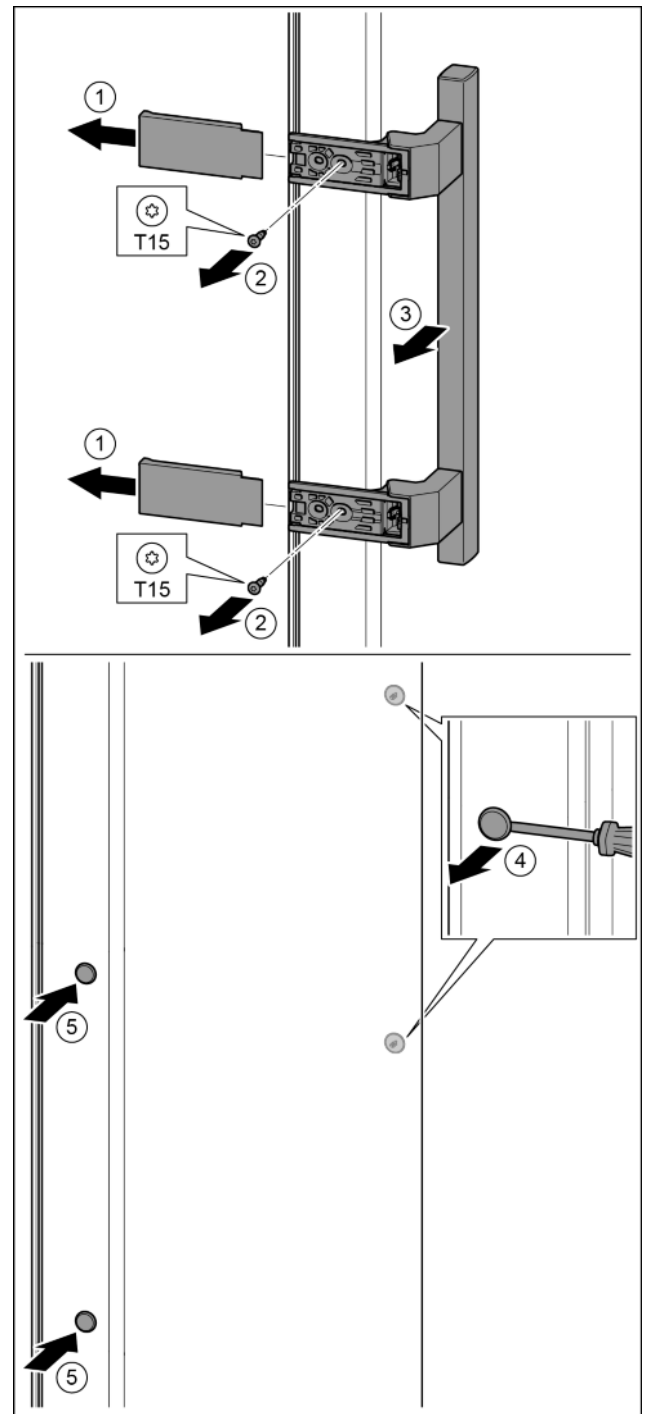

Fig. 16
- ▶ togliere la copertura. Fig. 16 (1)
- ▶ Con il cacciavite T15 svitare le viti. Fig. 16 (2)
- ▶ Togliere la maniglia. Fig. 16 (3)
- ▶ Con un cacciavite sollevare con attenzione i tappi laterali ed estrarli. Fig. 16 (4)
- ▶ Inserire nuovamente i tappi sull'altro lato. Fig. 16 (5)